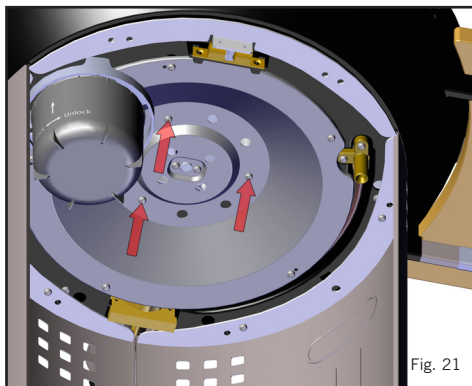

Fig. 21
- MENJAVA REGULATORJA; odstranite 3 vijake iz glavne plošče izdelka (FIG 21). Ostranite glavno ploščo (FIG 22), pri tem pazite, da ne poškodujete piezo elektrode. Regulator (B) se lahko odstrani s primernim ključem (FIG 23). Ne uporabljajte klešč pri menjavi regulatorja, saj ga lahko poškodujete. Sedaj lahko vstavite nov regulator. Regulatorja ne smemo premočno pričvrstiti nazaj na svoje mesto. Izdelek sestavite nazaj v obratnem vrstnem redu, kot je zgoraj napisano.